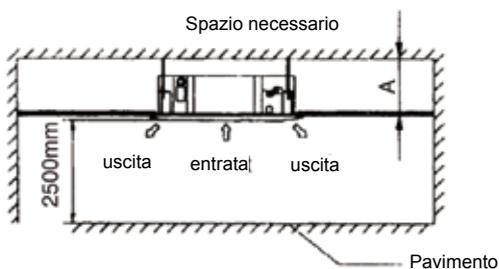

Figura 1
4. Spazio libero minimo di 250 mm davanti al filtro; (Figura 1)